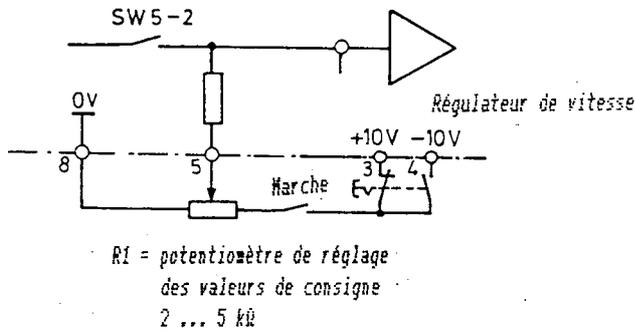

Figure 5.4.2.1
- Raccordement selon figure 5.4.2.1